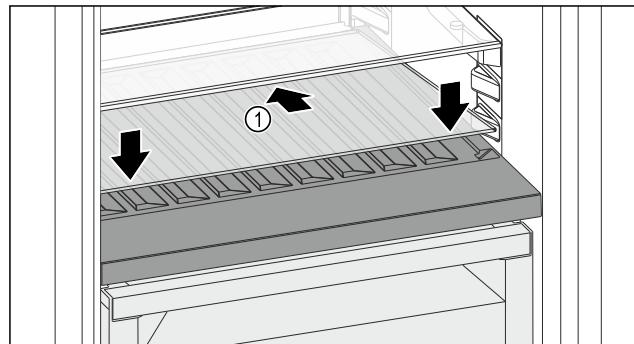

Fig. 125
- Placer la plaque de verre Fig. 125 (1) en biais et inclinée vers le bas.
- Abaisser l'avant de la plaque de verre Fig. 125 (1).